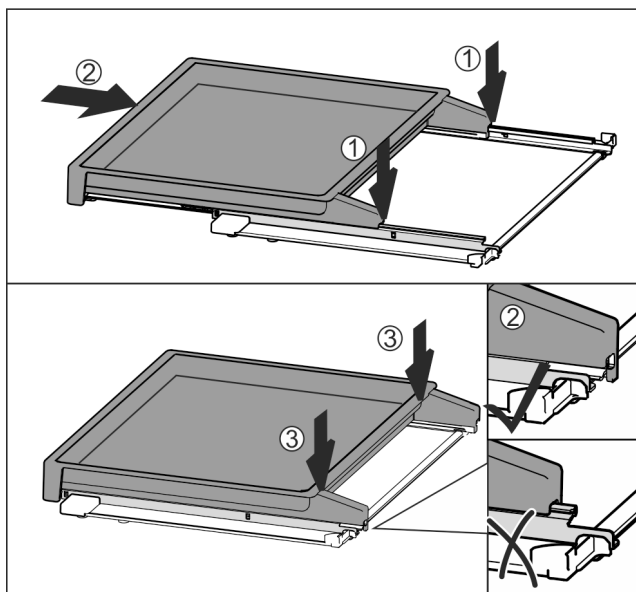

Fig. 115
- ▶ Položite jo na sredino tirnic Fig. 115 (1).
- ▶ Izvlečno polico v celoti potisnite noter Fig. 115 (2).
- ▶ Pritisnite na zadnji strani, da se slišno zaskoči Fig. 115 (3).